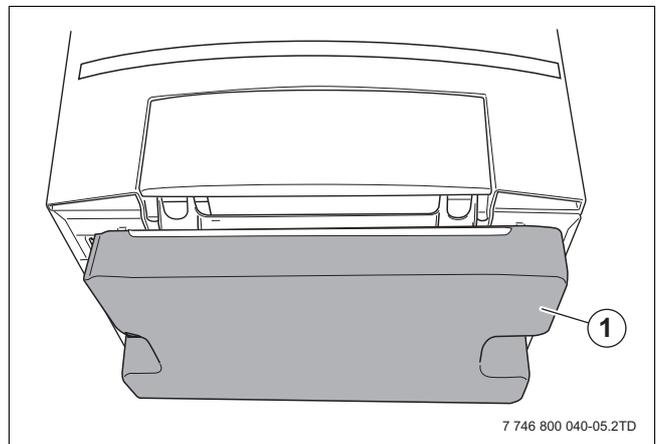

Bild 8 Styroporboden
- ▶ Styroporboden (→ Bild 8, [1], Seite 14) entfernen.